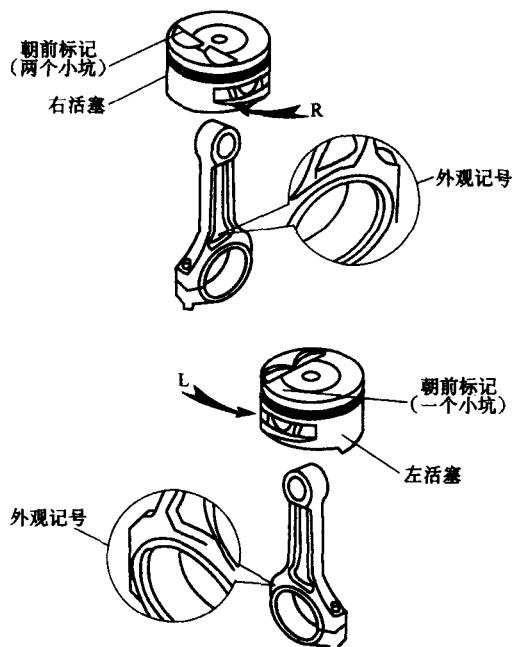

图 1-17 活塞连杆组各零件的装配记号
2) 用专用工具收紧各环，按活塞顶箭头方向将活塞连杆总成从气缸顶部放入缸筒，用手引导连杆使其对准曲轴轴颈，用木锤柄将活塞推入（装入前注意检查装配记号，如图 1-17）。